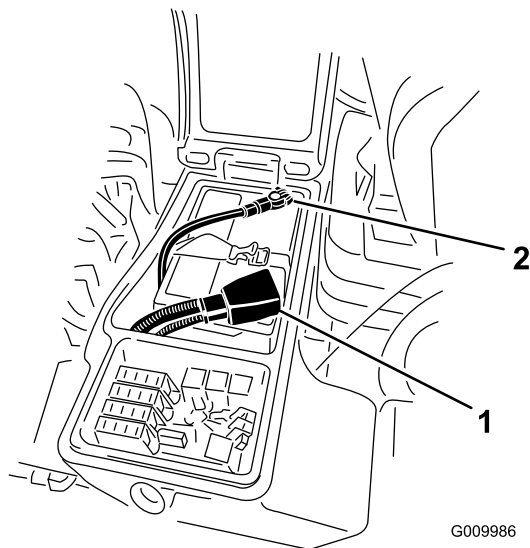

図 59
6. 赤いケーブルをバッテリーの端子に、黒いケーブルはバッテリーの端子に固定する 図 59